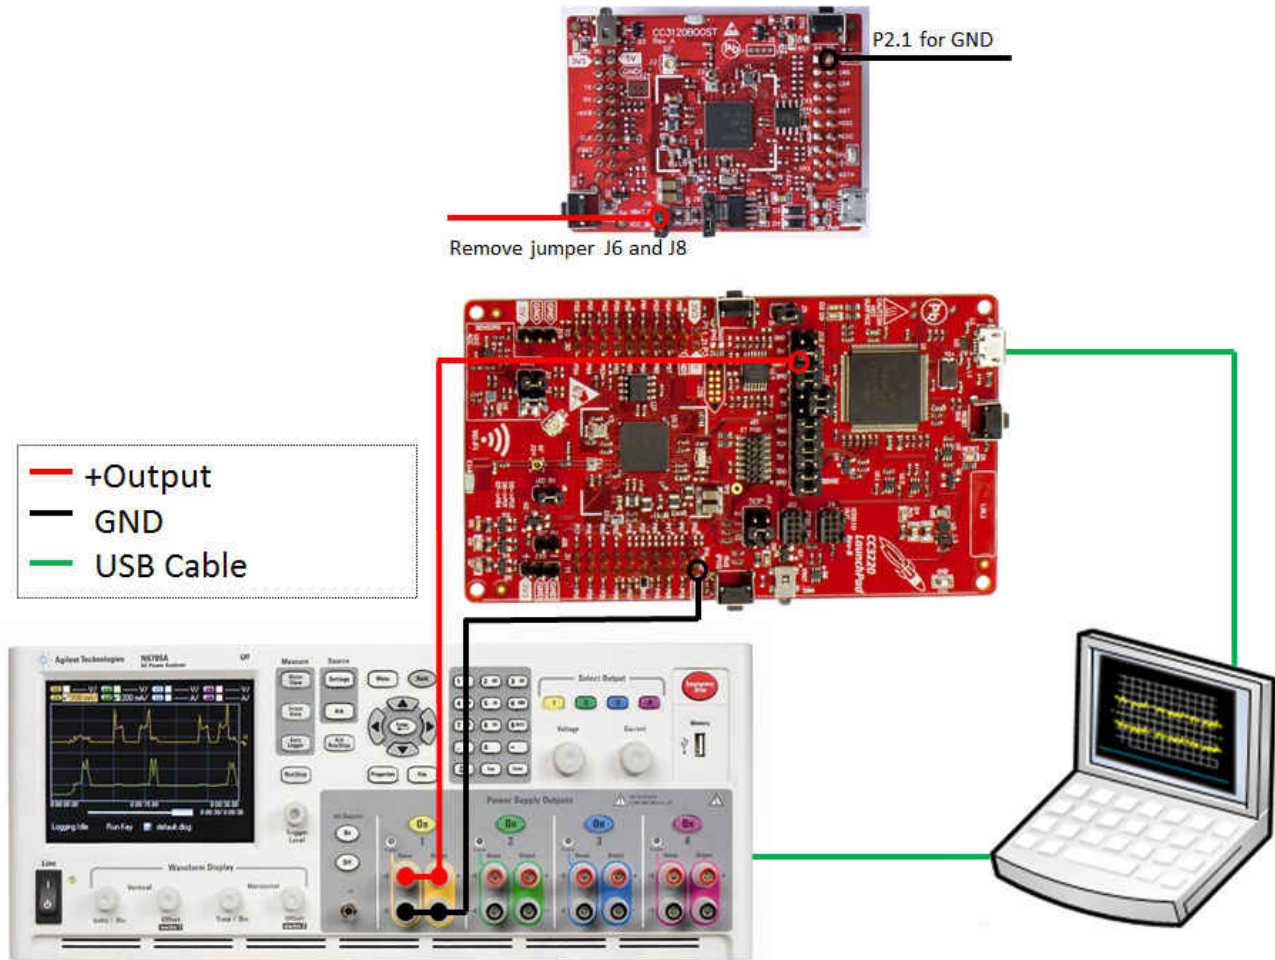

图 2-7. 直流电源分析仪测试设置
3. 通过给器件上电来执行代码，并使用直流电源分析仪的电源和测量功能来测量电流。作为参考，图 2-7 显示了完整的概图。